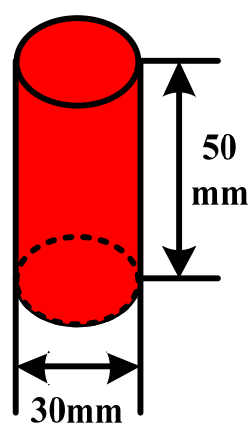

图4 接力棒模型
4.2.1 “接力棒”模型，用直径30mm、高50mm的圆柱体（木制，涂红色漆）代表（图4），重约30~50g，共3个。